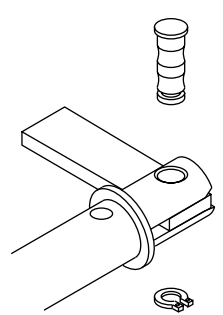

Fig. 7
- Fissare il pistone alla staffa di testa (fig. 7).